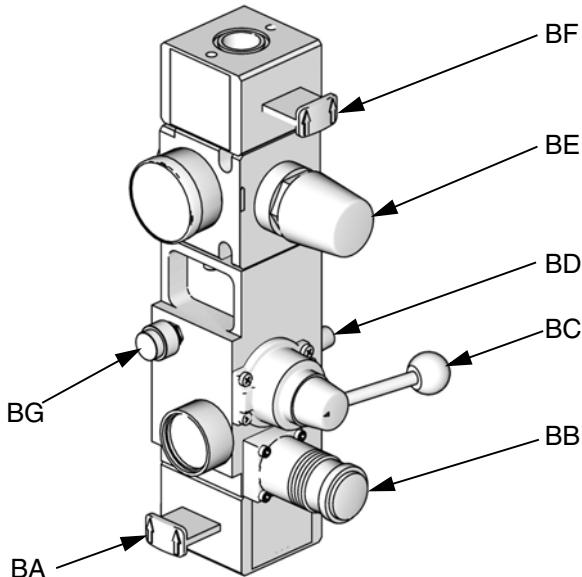

Рис. 2 Встроенный модуль пневмоуправления
2. **Встроенные пневматические элементы управления:** См. Рис. 2, стр. 9. Закройте задвижку пневмодвигателя (BF) и главную воздушную задвижку (BA).